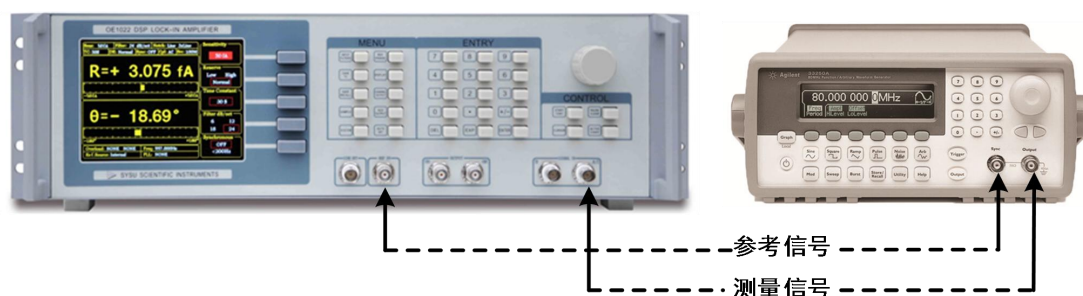

图 88. 信号线连接图
2. 用一条带 BNC 接头的信号线连接函数信号发生器的输出接口和 OE1022 前面板 SIGNAL IN 的 A/I 接口，用另一条带 BNC 接头的信号线连接函数信号发生器的参考信号接口和 OE1022 前面板的 REF IN 接口，如图 88 所示：